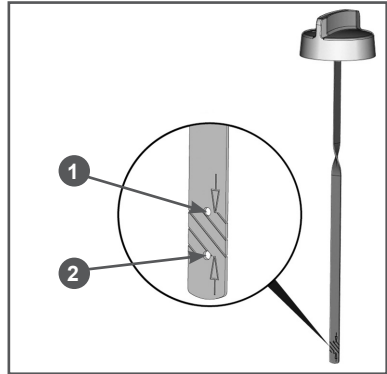

Рис. 21 Крышка-щуп маслозаливной горловины
10. Подождите 1 минуту, совместите выступы на крышке-щупе и пазы на маслозаливной горловине, установите крышку-щуп в отверстие маслозаливной горловины. Затем аккуратно вытащите щуп и осмотрите его. Уровень масла должен соответствовать верхней отметке 1 на щупе (Рис. 21).